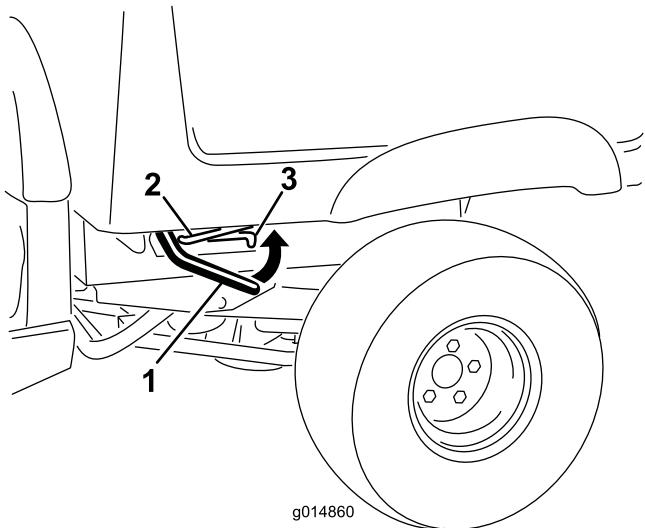

Figura 10
1. Sollevate la leva del dispositivo di fermo sul lato vicino all'angolo anteriore del cassone e sollevate il cassone stesso (Figura 10).
2. Fissate il cassone tirando l'asta di supporto nell'arresto posteriore all'estremità della fessura che si trova nel telaio a sinistra della macchina (Figura 10).
1. Sollevate il cassone alzando leggermente la leva del dispositivo di fermo (Figura 10).
2. Estraete l'asta di supporto dalla fessura dell'arresto (Figura 10).
3. Abbassate il carico in modo da bloccarlo in sicurezza (Figura 10).